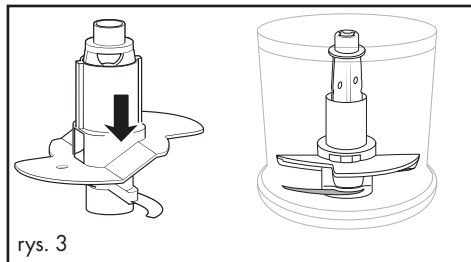

rys. 1
- Na 100 ml śmietany należy ją założyć na uchwyt noża 6 tak, aby nasadka mieszająca 11 przylegała do obu noży 8 i się na nich zablokowała (rys. 1):